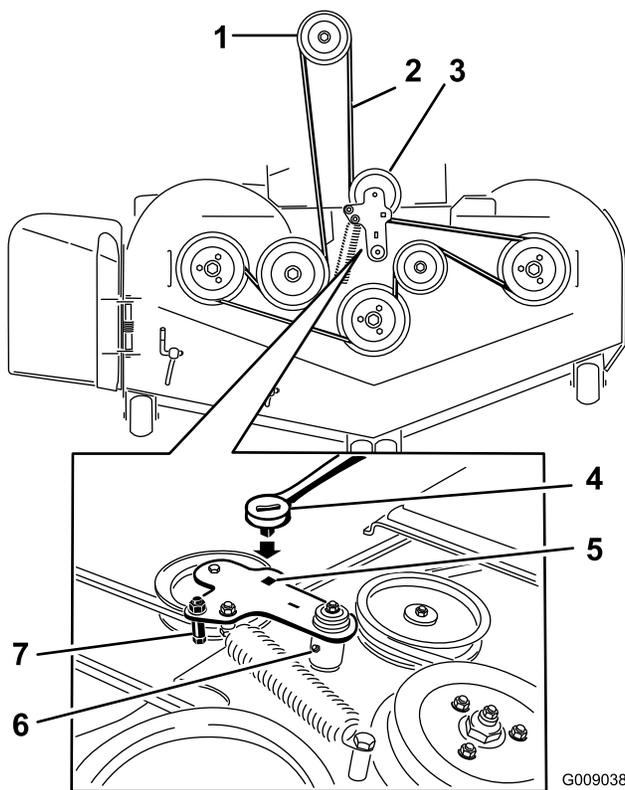

Figura 95
- Levante la chapa de suelo e introduzca una llave dinamométrica en el taladro cuadrado del brazo tensor de la carcasa (Figura 95).
- Gire cuidadosamente el brazo tensor de la carcasa en sentido horario y retire la correa del cortacésped (Figura 95).